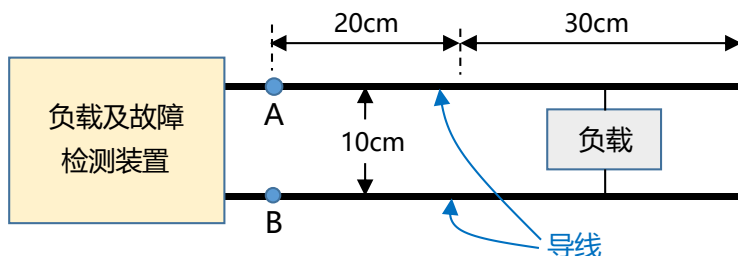

图 1 线路负载及故障检测装置示意图
设计并制作线路负载及故障检测装置，示意图如图 1 所示。
- (1) 测量短路故障点与 A 点（或 B 点）的距离并稳定显示，误差的绝对值不大于 1.0cm。
- (2) 由信号发生器产生扫频信号 1（信号参数见说明（3），信号发生器的“地”与电源“地”相连），其输出端串接 1pF 电容后，接入导线上 A 点处（见图 1 所示），用于模拟环境噪声。测量短路故障点与 A 点（或 B 点）的距离并稳定显示，误差的绝对值不大于 1.0cm。
- (3) 在发挥部分（2）的基础上，由另一台信号发生器产生扫频信号 2（信号参数见说明（3）），其输出端串接 1pF 电容后，接入导线上 B 点处（见图 1 所示）。测量短路故障点与 A 点（或 B 点）的距离并稳定显示，误差的绝对值不大于 1.0cm。
- (4) 其他。